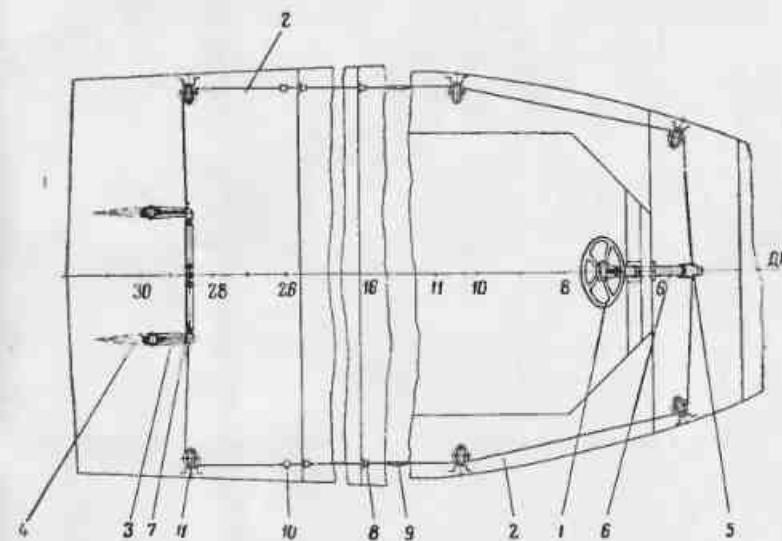

Рис. 19. Рулевое устройство:
44. Рулевое устройство (рис. 19) состоит из штурвального колеса 1, штурвальных тросов 2, двух рулей 4 с балларами (осами) и двух румпелей 3.